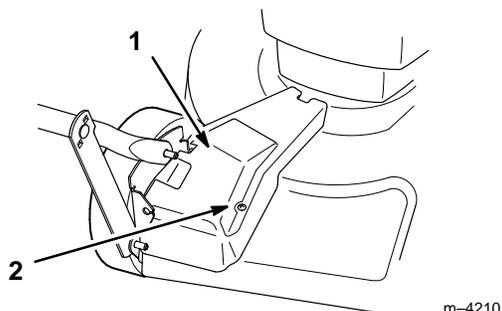

Figure 28
1. Le moteur étant arrêté, retirer le boulon de fixation du carter de courroie (Fig. 28) au carter de tondeuse.